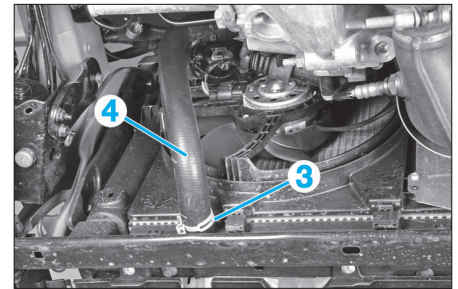

FIG. 23
- Lever le véhicule puis desserrer le collier (3) (Fig.23).